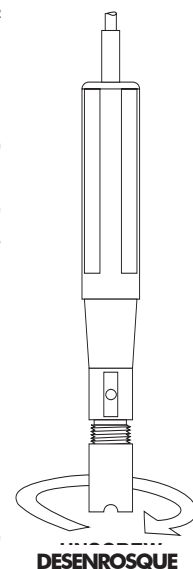

fig. 2
- Desenrosque la membrana girándola en dirección contraria a las agujas del reloj con la otra mano (ver fig. 2)